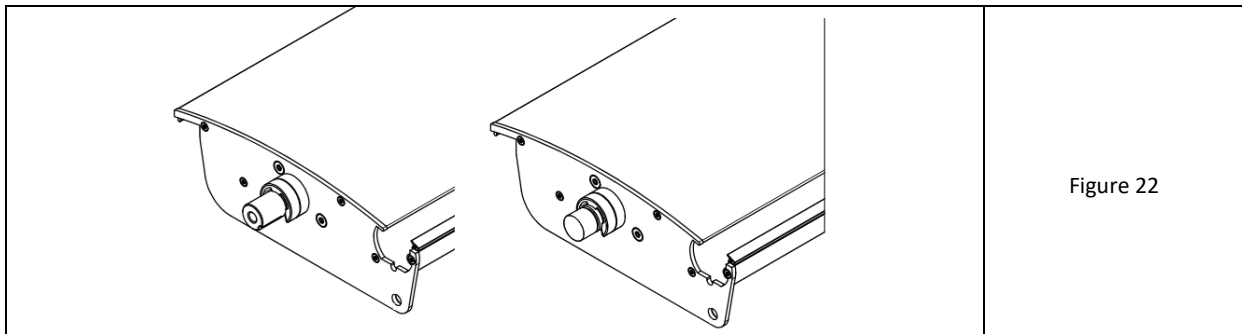

Figure 22
2. Il existe deux types différents de tiges des lames du côté de l'embout d'entraînement (Fig. 22) :